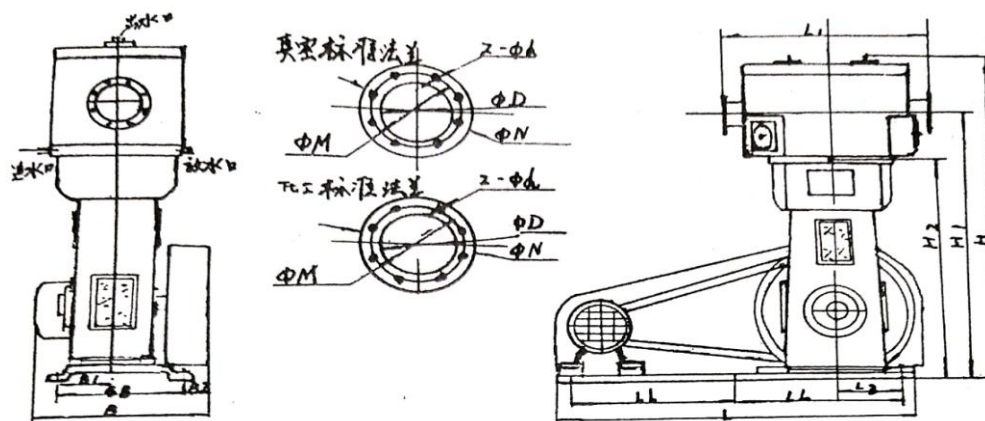

图 6.2 WLW 系列外形尺寸
- 2、 WLW-B 系列外形尺寸（图 6.2、表 6.2）；